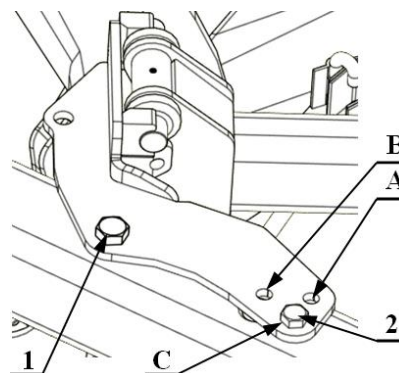

Рисунок 19
- открутить и вынуть болт 2 (Рис.19)
- раскрутить болт 1 (Рис. 19) и переставить на соответственное значение А, В, С (Таблица) и проверь степень его зажатия.